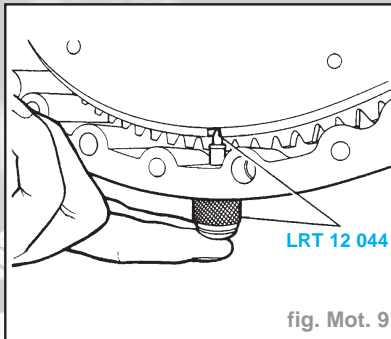

fig. Mot. 9
- Engager la pipe de l'outil de calage dans la rainure du volant (Fig. Mot. 9).
- Faire tourner le vilebrequin encore une fois en sens horaire jusqu'à ce que les repères de distribution et les goupilles de distribution soient alignés (Fig. Mot. 9 et 10).